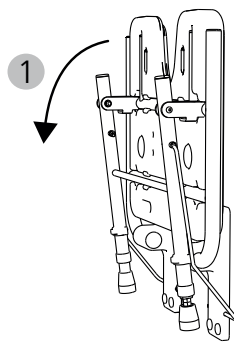

fig. 5
1. Spingere il sedile ribaltabile per doccia in avanti e verso il basso. Le gambe si estendono in automatico, aprendo così il sedile (fig. 5, 1).